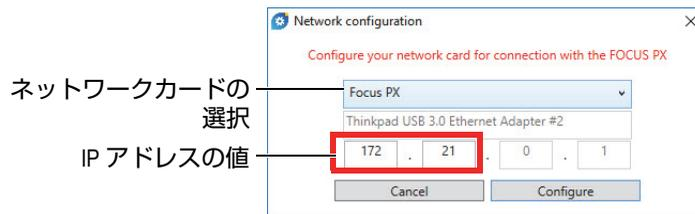

図 5-3 構成するネットワークカードの選択
4. [Network configuration (ネットワーク構成)] ダイアログボックスで、FOCUS PX の通信に使用するネットワークカードを選択します (図 5-3 ページの 25 を参照)。
| 図 5-3 | 構成するネットワークカードの選択 .....                 | 25 |